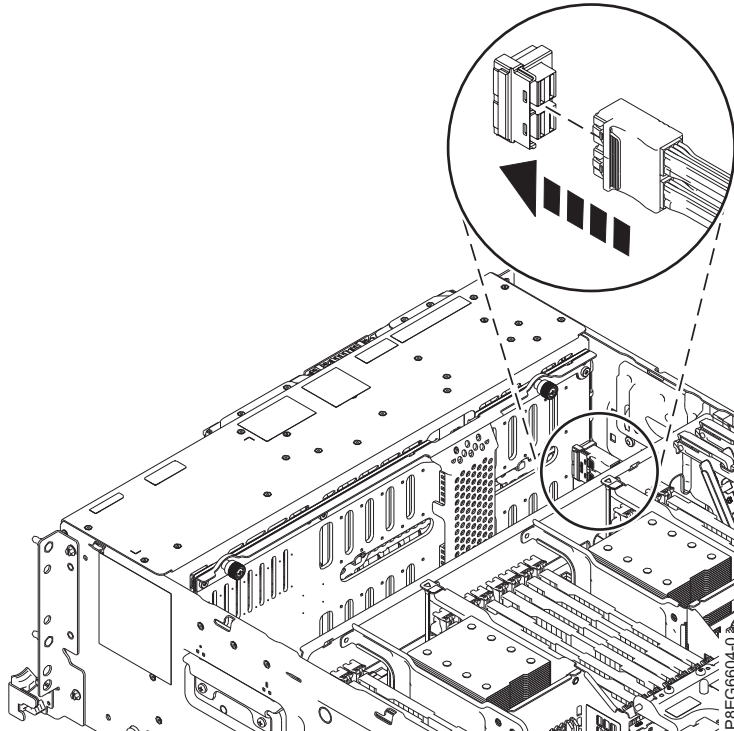

Figure 8. Reconnexion du câble SAS au fond de panier de l'unité de disque
7. Reconnectez le câble SAS avant au port de connecteur du fond de panier de l'unité de disque, comme illustré à la figure 8, à la page 11. Appuyez sur le connecteur jusqu'à ce que vous entendiez un clic. Placez les câbles contre la partie latérale du châssis.